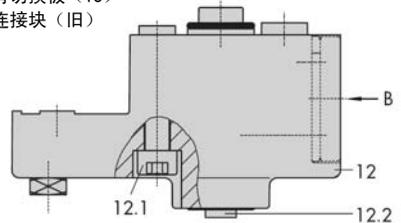

图 5 • 直接装配-240、350 和 700cm3 的 3277 型气动执行器的信号压力连接
表 2 直接装配到 3277 型气动执行器, (见图 5)
2. 将底板(10)切口的狭窄侧(图 5, 左边)指向信号压力连接处。确保粘合的垫片(14)放好在执行器支架上。
3. 对于 700cm2的执行器, 将定位器背面的反馈杆 **M**(1) 上的连接销钉(2)从位置 **35** 处取下, 再连接到销钉位置 **50** 处并固定。
6. 以垫圈(16)在连接块(12)侧面的突出部做标记, 确认所选的执行器故障-安全动作“执行器杆伸出”或“执行器杆缩回”的相应的符号是否已对准标记。若需要调整, 取下三颗固定螺钉和盖子, 将垫圈(16)旋转 180 度。旧型号的连接块(图 5, 底部)要求旋转切换板(13), 使相应的执行器故障-安全动作符号对准标记。